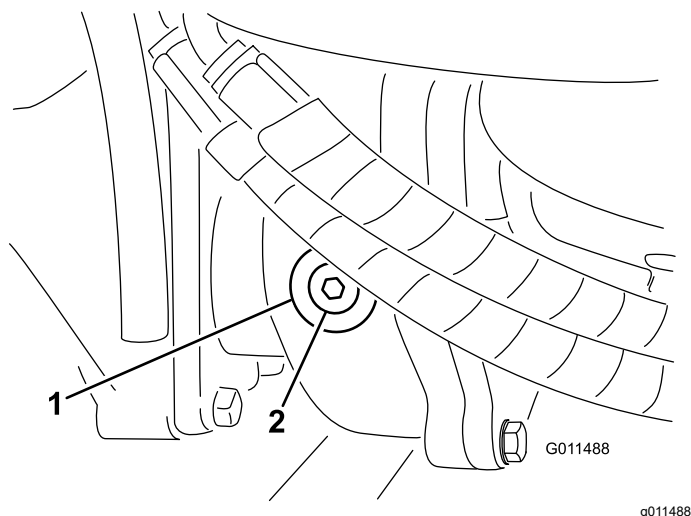

Figura 70
2. Retire el tapón de verificación/llenado del lado izquierdo de la caja de engranajes (Figura 70) y asegúrese de que el lubricante llega al borde inferior del orificio. Si el nivel es bajo, añada suficiente lubricante para que el nivel llegue al borde inferior del orificio.